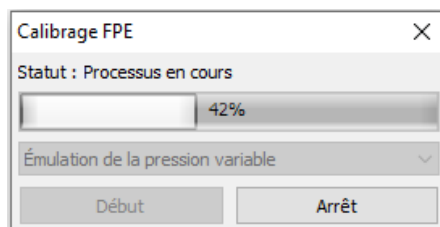

Figure 22 Calibrage de l'émulateur de pression du carburant
- **Pression du carburant (FPE)⁴** : cette option active l'émulateur intégré de la pression essence ; elle est nécessaire dans les véhicules qui génèrent un défaut de pression du carburant lorsque le moteur tourne au GPL. Pour utiliser cette fonction il faut brancher le calculateur aux circuits de régulation de la pression d'essence comme indiqué sur la Figure 7, suivant les instructions données dans le tableau 1. Ensuite, il faut effectuer le calibrage de l'émulateur (Figure 22). Pour ce faire, choisissez dans l'onglet le type d'émulation de la pression, appuyez sur la touche « Start » et allumez le moteur, sachant que celui-ci doit être préalablement chauffé. Le calibrage est automatique et dure env. 3 minutes. Le bon déroulement de la procédure de calibrage est confirmé par le message « Calibrage effectué avec succès ».